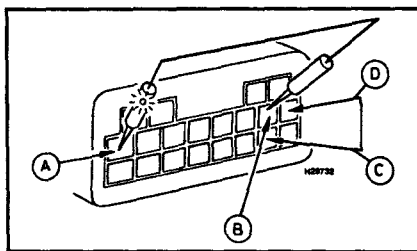

Рис. 17.3. Гнезда диагностического разъема для извлечения кодов неисправностей
- 1 Подсоедините положительный вывод светодиода к гнезду А диагностического разъема, а отрицательный - к гнезду В (см. рис. 17.3). **Примечание:** Если светодиод ведет себя иначе, чем описано ниже, поменяйте его полярность.
- 2 Закоротите перемычкой гнезда С и D диагностического разъема (см. рис. 17.3).